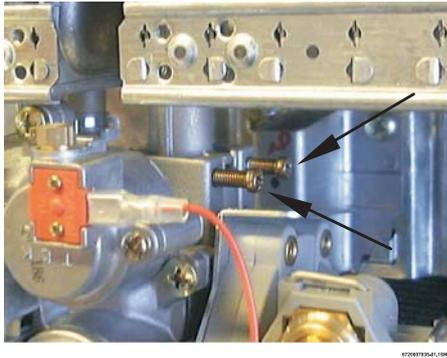

Bild 1
- ▶ Die Schrauben losschrauben und den Brenner entfernen (Bild 1).